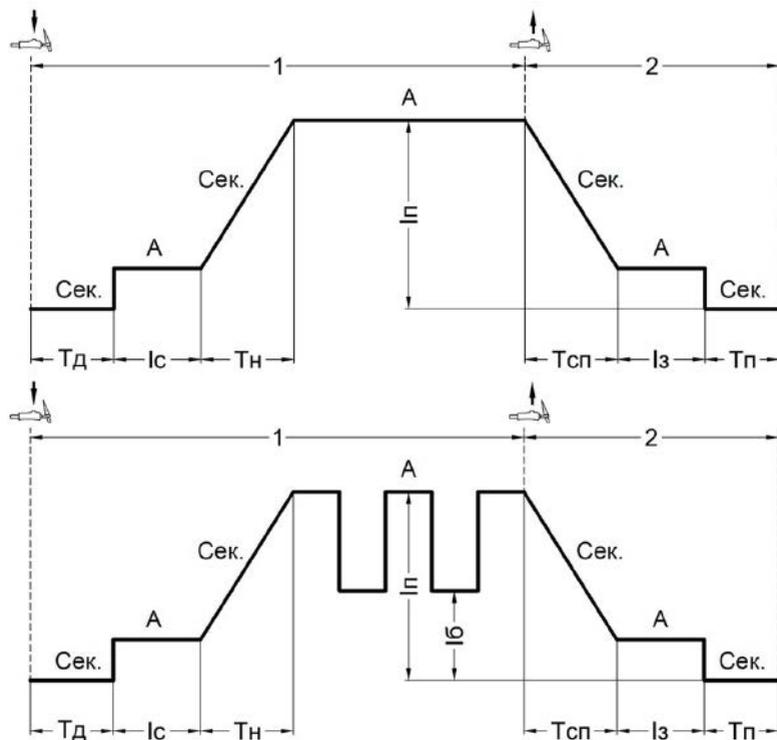

Рис. 7.4.1. Режим работы аппарата 2Т и 2Т в импульсном режиме.
**Двухтактный режим (2Т)** рекомендуется использовать при длине сварочных швов до 200 мм (см. рис. 7.4.1).